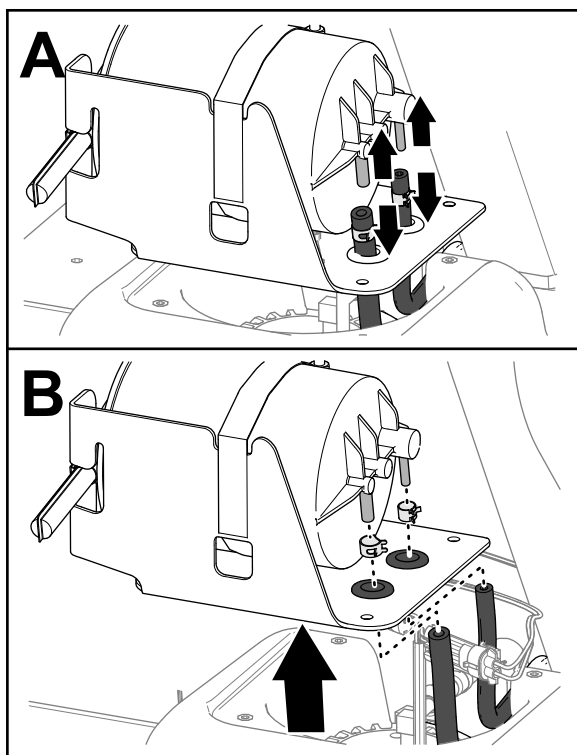

Figura 119
4. Separe las mangueras de los acoplamientos (Figura 119).
5. Retire las abrazaderas de las mangueras (Figura 119).
6. Retire el cartucho de carbón del depósito de combustible (Figura 119).